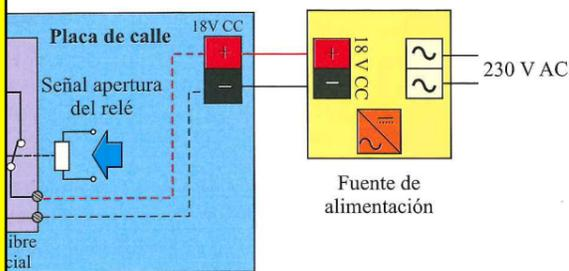

Figura 9.10. Alimentación de un abrepuertas de CC.
Normalmente, los abrepuertas funcionan a 12 V, 15 V o 18 V en corriente continua (CC), según el fabricante. La mayoría de modelos de placa de calle pueden alimentar el abrepuertas desde el amplificador de la placa de calle, ya que disponen de un relé libre de potencial (C, NA, NC), que conectado a la propia alimentación del sistema puede controlar un abrepuertas de CC, tal y como se muestra en la Figura 9.10.